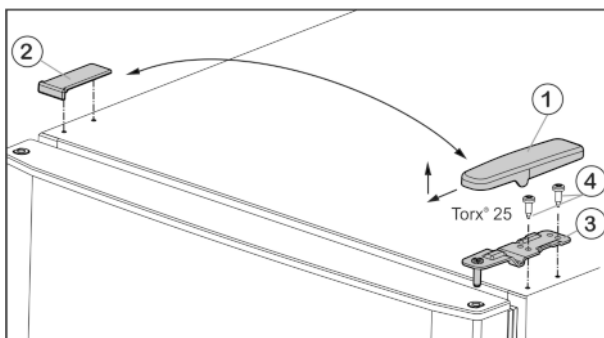

Fig. 5
- ▶ Abdeckung Fig. 5 (1) nach vorne und oben abziehen.
- ▶ Abdeckung Fig. 5 (2) abheben.
- ▶ Oberen Lagerbock Fig. 5 (3) abschrauben (2 mal Torx® 25) Fig. 5 (4) und nach oben abziehen.
- ▶ Obere Tür auf den Lagerbock Mitte (13) setzen.
- ▶ Oberen Lagerbock *Fig. 5 (3)* auf der neuen Scharnierseite in die Tür einsetzen.
- ▶ Oberen Lagerbock **fest (mit 4 Nm)** anschrauben (2 mal Torx® 25) *Fig. 5 (4)*. Eventuell einen Akkuschrauber verwenden.
- ▶ Abdeckung *Fig. 5 (1)* auf der Gegenseite von außen aufsetzen und einrasten.
- ▶ Abdeckung *Fig. 5 (2)* jeweils auf der Gegenseite von oben aufsetzen und einrasten.